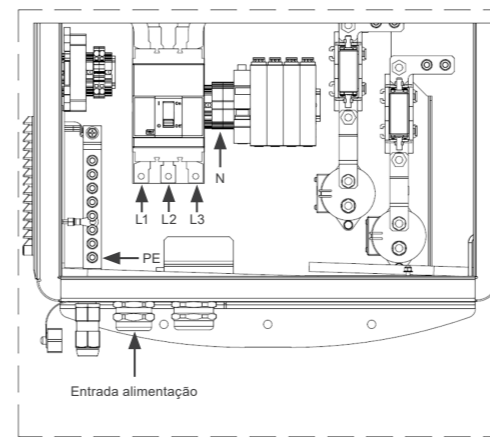

Figura 5.2: Entrada de alimentação
A conexão da estação WEMOB-STATION à rede elétrica é feita diretamente nos terminais do disjuntor Q1 (Fases R-S-T), no borne neutro e na barra Terra (PE) (aterramento da estrutura), conforme Figura 5.2. Recomenda-se utilizar condutores de cobre com bitolas mínimas de: